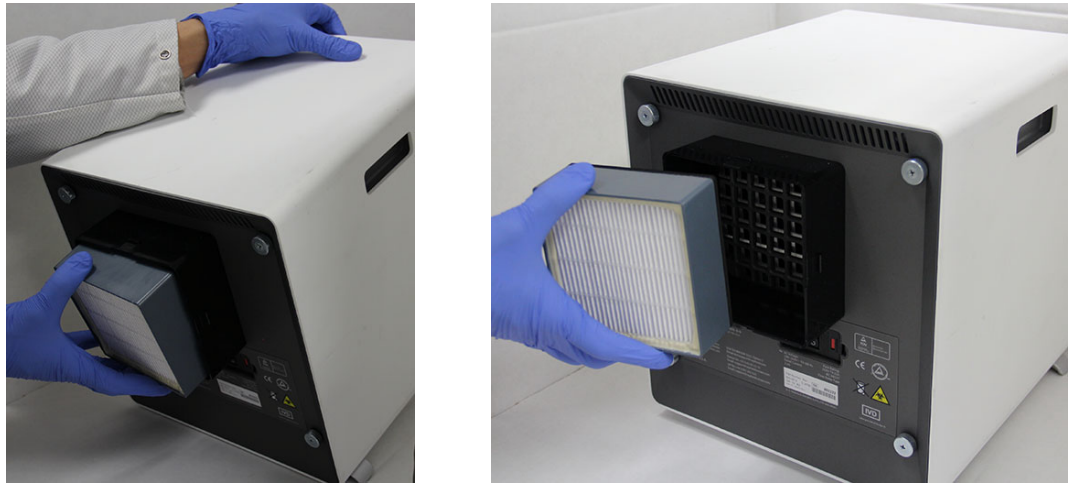

Figura 9-28. Retirada del filtro HE
7. Incline el instrumento GX-IV hacia usted para retirar el filtro HE. El filtro HE deberá poder sacarse fácilmente. Consulte la figura 9-28. Deseche el filtro HE usado.